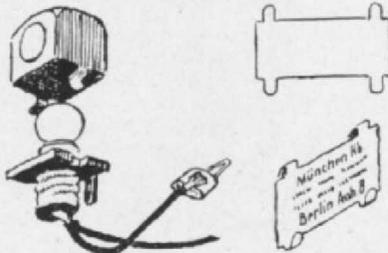

Abb. 5. Schlußlampe mit Stecker und Halterung. Rechts: Doppelseitige Richtungsschilder.
Zugsignale, Schlußtafeln u.-laternen (Abb. 5) sind meist gar nicht vorhanden oder nur an bestimmten Wagen fest angebracht, die den Zugschluß bilden: Das mag in Spur 00 (HO) vielleicht nicht anders gehen, ist aber in Spur I oder 0 nicht mehr entschuldbar. Im Interesse eines wirklichkeitsgetreuen Zugbetriebes müssen daher an jeder Wagen-
Auch die Wegschilder (Abb. 5) sind häufig Stiefkinder der Modellbahner, da die Beschriftung etwas Geduld und Übung erfordert. Die Schilder werden zweckmäßig zweiseitig beschrieben, Gegenrichtung auf der anderen Seite, und erhalten oben